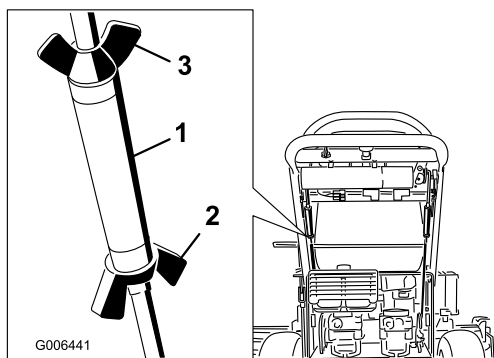

Figure 46
2. Desserrez les écrous à oreilles sur la tige de commande droite et tournez le tendeur dans un sens ou dans l'autre pour que le levier de commande droit soit centré en position de verrouillage au point mort. Fixez le tendeur en position avec les écrous à oreilles (Figure 46).
3. Desserrez les écrous à oreilles sur la tige de commande gauche et tournez le tendeur dans un sens ou dans l'autre pour changer la correction directionnelle. Fixez le tendeur en position avec les écrous à oreilles (Figure 46).